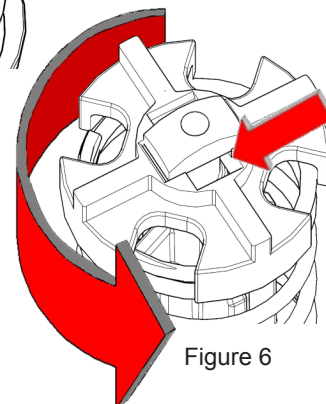

Figure 6
3. Tourner la bague d'arrêt de 90 degrés dans le sens horaire et laisser le ressort la repousser lentement contre la cheville de blocage. La cheville de blocage doit **IMPÉRATIVEMENT** appuyer sur le fond du renforcement de la bague d'arrêt de la soupape (Figure 6).